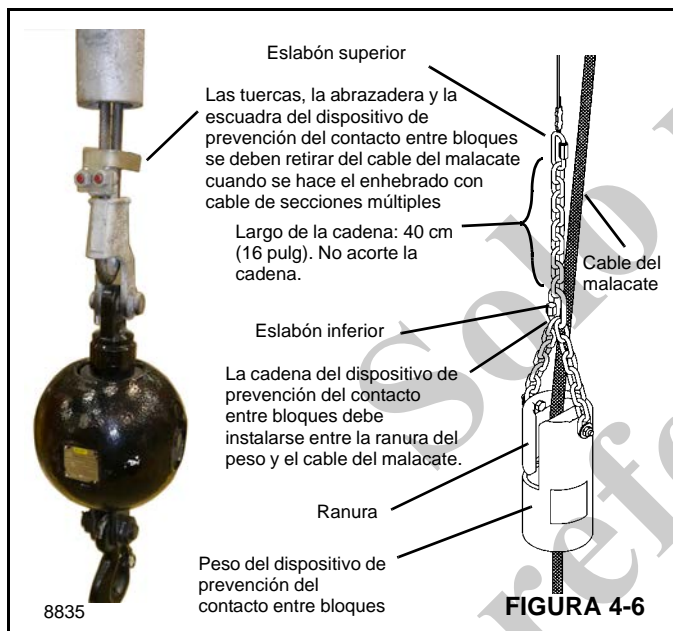

FIGURA 4-6
5. Desconecte el conector de alambre de prevención del contacto entre bloques en la parte trasera de la extensión del plumín. Vuelva a conectar el conector del interruptor de prevención del contacto entre bloques en la punta de la pluma. Mueva el conjunto de peso/cadena a la punta de la pluma; vea la Figura 4-6.
Para impedir que el cable del malacate se salga del peso del dispositivo de prevención del contacto entre bloques, instale el peso de la forma ilustrada en la Figura 4-6.
NOTA: Las tuercas, la abrazadera y la escuadra del dispositivo de prevención del contacto entre bloques se deben retirar del cable del malacate para enhebrar el cable a través de las poleas del aparejo de gancho y de la punta de la pluma cuando se hace el enhebrado en cables de secciones múltiples, como se ilustra en la Figura 4-6. Instale la abrazadera y las tuercas en el cable antes de realizar una elevación.
NOTA: La escuadra del A2B debe usarse para cable de sección sencilla solamente. Cuando cambie de un cable de sección sencilla a un cable de sección múltiple, retire la escuadra del A2B que se muestra en la Figura 4-6 del cable del malacate para permitir que el cable del malacate y el receptáculo de cuña puedan enhebrarse a través de las poleas en la punta de pluma y en el aparejo de gancho. Instale la abrazadera y las tuercas en el cable antes de realizar una elevación.